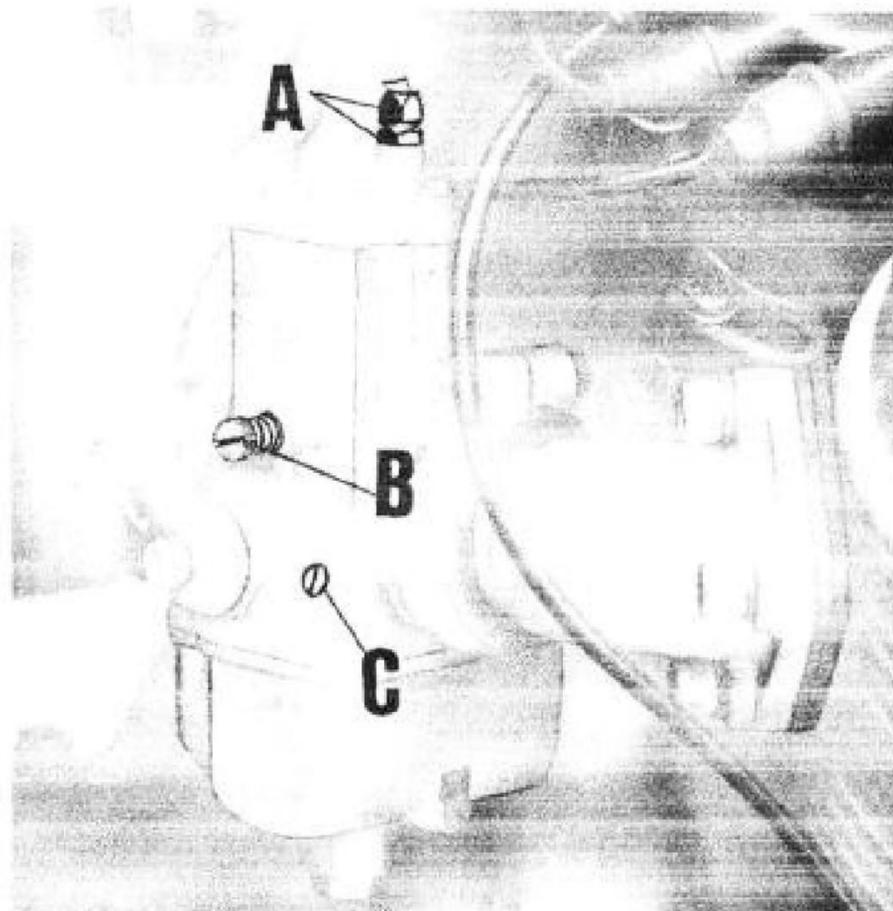

Fig. 78
- 2 - controllare la sincronizzazione delle valvole gas; questa operazione va eseguita con il contenitore filtro e manicotto di collegamento carburatori smontati; mentre si fa ruotare la manopola comando gas, con le dita a contatto delle valvole gas sui carburatori si dovrebbe individuare se le valvole aprono in uguale misura e nel medesimo istante: eventuali differenze di apertura vanno corrette agendo sulla vite tendifilo (vedere A di fig. 78) di un carburatore sino a che, ruotando la manopola gas, si constata la perfetta sincronizzazione di apertura delle valvole gas;
- 3 - regolare il minimo benzina agendo sulla vite C di fig. 78. Svitandola si aumenta l'afflusso
Con motore funzionante a circa 1000 ÷ 1100 giri, staccare la candela da un cilindro e agire sulla vite C di fig. 78 del carburatore del cilindro opposto svitandola o avvitandola in un campo limitato sin tanto che si raggiunge il punto di miglior rendimento e con un leggero aumento di giri.
- 4 - staccare il cavo candela dal cilindro destro, avviare il motore, ed accertarsi che spenga dopo quattro o cinque scoppi; se spegne prima, o dopo, agire sulla vite di regolazione minimo valvola gas (vedere B di fig. 78) fino a che il motore si spegne
entro detto numero di giri. Ripetere l'operazione sul cilindro destro staccando il cavo candela dal cilindro sinistro ed avviare il motore; se il cilindro destro è nella normalità il motore deve spegnersi entro quattro o cinque scoppi, altrimenti passare alla regolazione agendo sulla vite (vedere B di fig. 78) come sopra sino a che il motore si spenga entro il medesimo numero di scoppi; riattaccare quindi il cavo alla candela del cilindro sinistro;